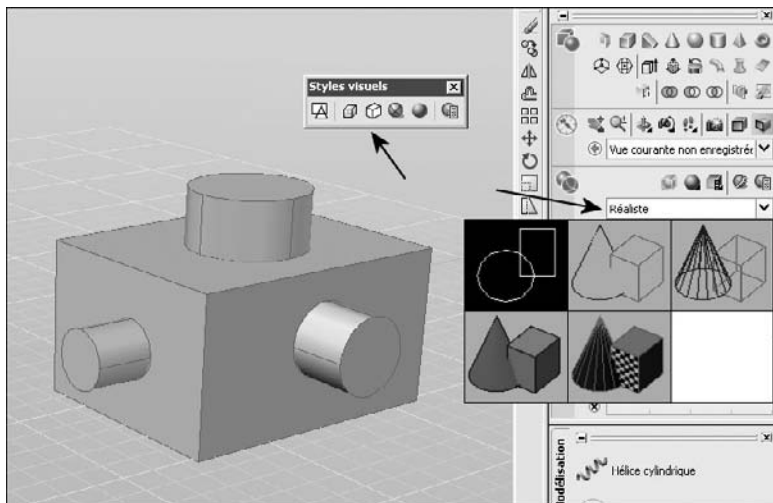

Fig.15.38
- 2 Sélectionnez le style visuel par l'une des méthodes suivantes (fig.15.38) :